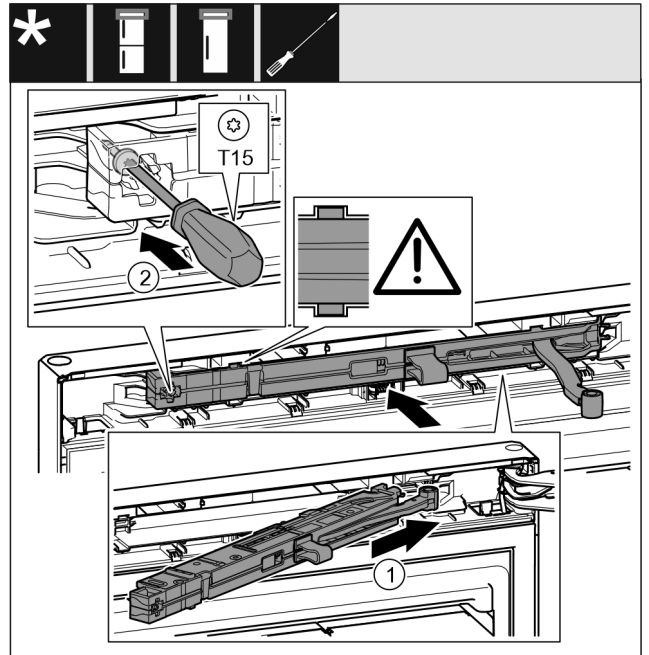

Fig. 30
- ▶ Tolja be ferdén, ütközésig a záráscsillapító egységet Fig. 30 (1) a mélyedésbe a csapágybak felőli oldalán.
- ▶ Húzza meg a csavart Fig. 30 (2) csavarhúzóval.